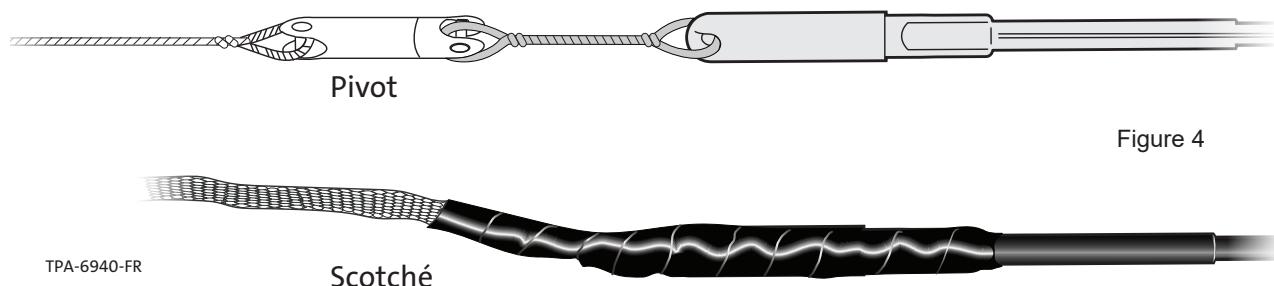

Figure 4
Étape 1b : le capuchon du connecteur Pushlock comprend un œillet d'arrimage intégré. Connectez-le avec la corde de tirage pour installer le câble dans la conduite. Assurez-vous de ne pas dépasser 100 lb de tension sur le câble. Il est aussi recommandé d'utiliser un pivot entre la corde de tirage et l'assemblage connecteur. Le connecteur Pushlock est conçu pour être tiré dans une conduite de 3/4 inches (1.90 cm) ou plus. (Figure 4)